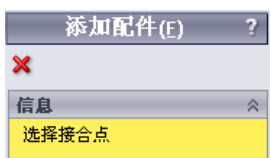

图 11.5.13 “添加配件”对话框
Step1. 选择命令。选择 **管道设计** 功能选项卡中的  **添加配件(F)** 命令，系统弹出图 11.5.13 所示的“添加配件”对话框。